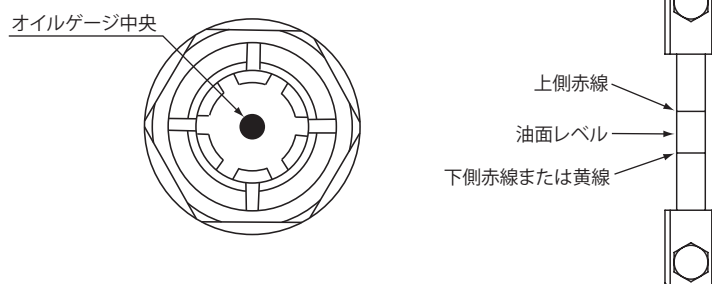

図 7-1 オイルゲージ
- 油潤滑機種・油潤滑部の場合、停止時に油面レベルがオイルゲージ中央(図 7-1)位置にあるか。
(図 7-1)位置にあるか。(上側赤線と下側赤線または黄線の範囲内に油面があれば問題ありません。)